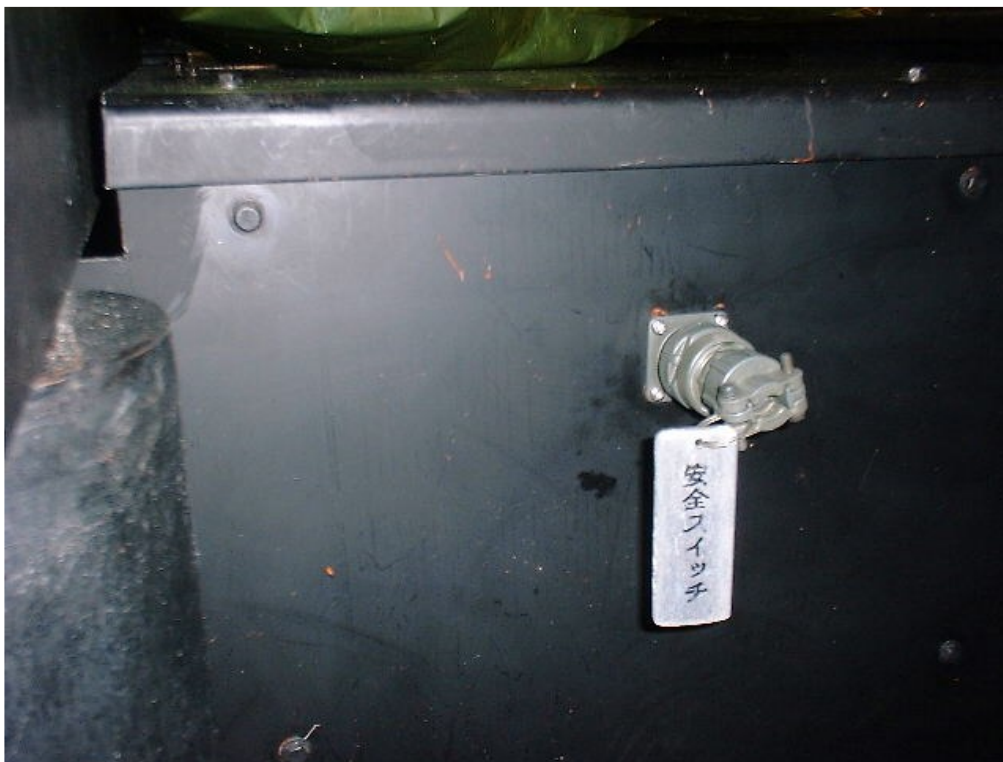

図4-6 安全スイッチ
- ・ 供試体搬入扉を閉めた後に万一作業者が真空容器内に残り残された場合を想定して、真空容器内に「安全スイッチ」が設置されています (図 4-6 参照)。この「安全スイッチ」を取り残された本人が操作させる事により、警報表示機能、及びインターロック機能 (真空排気不可) が動作します。